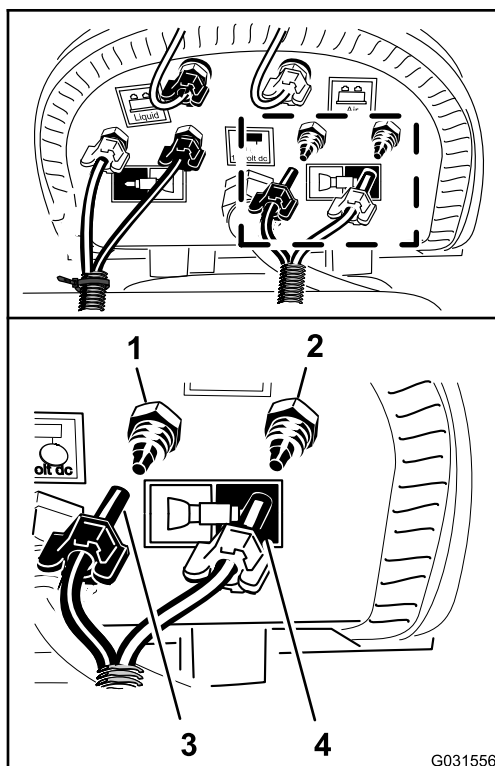

Рисунок 214
7. Подсоедините немаркированную (без кабельной стяжки) трубку, надев синюю трубку левой секции стрелы на обжимной фитинг водяного контура левой секции стрелы (Рисунок 214).